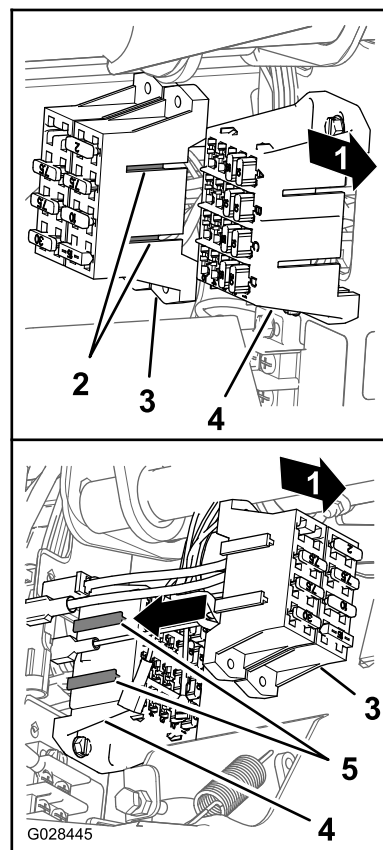

Bild 26
4. Fluchten Sie die T-Anschlussstücke am Sicherungskasten für das Sprühfahrzeug mit den T-Schlitten des Sicherungskastens für die Maschine aus und schieben Sie den Sicherungskasten des Sprühfahrzeugs in die Schlitten, bis der Sicherungskasten einrastet (**Bild 26**).